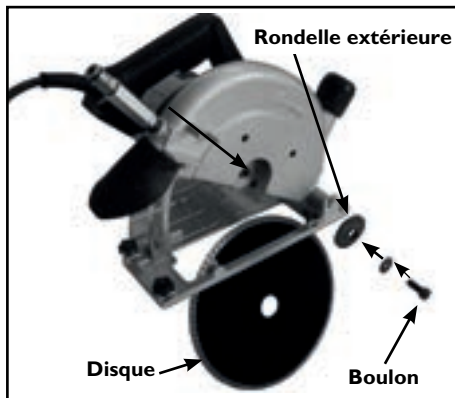

Fig.2
3. Monter la rondelle extérieure, puis le boulon. Voir Fig. 2.